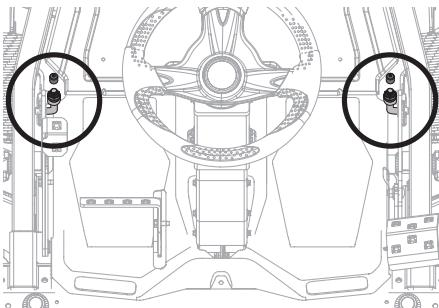

Figura 39
- a. Quite la tapa de extremo de las varillas de ajuste de elevación de la plataforma delantera y resérvelas para volver a instalarla (Figura 39).
- b. Gire ambos pernos delanteros en sentido horario para elevar la inclinación de la plataforma delantera o en sentido antihorario para bajar la inclinación de la plataforma delantera, dependiendo del ajuste necesario. Ajuste cada perno igualmente (Figura 39).